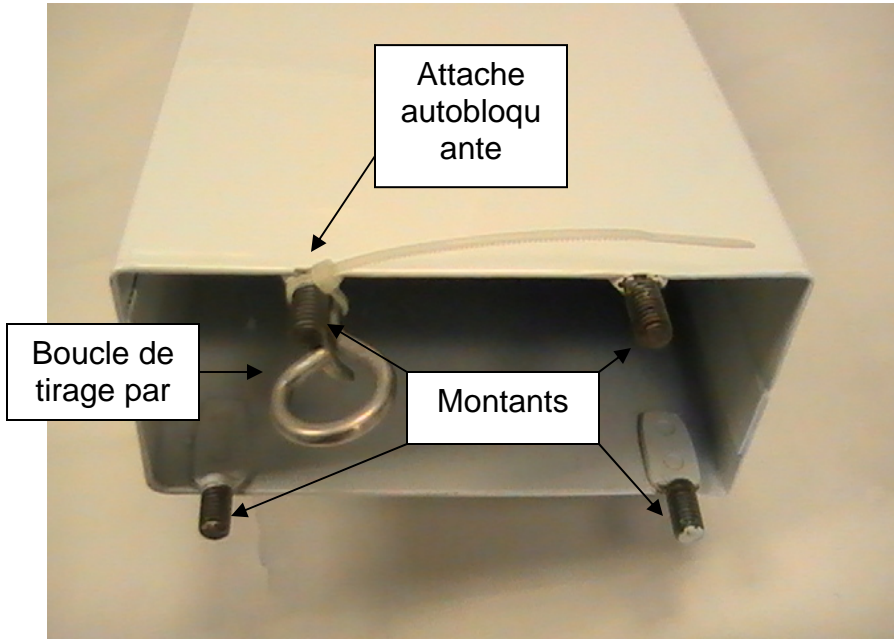

Figure 3
15. Coupez l'attache autobloquante qui tient la tige d'acier aux montants de pilier (voir la figure 3 à la page 8).